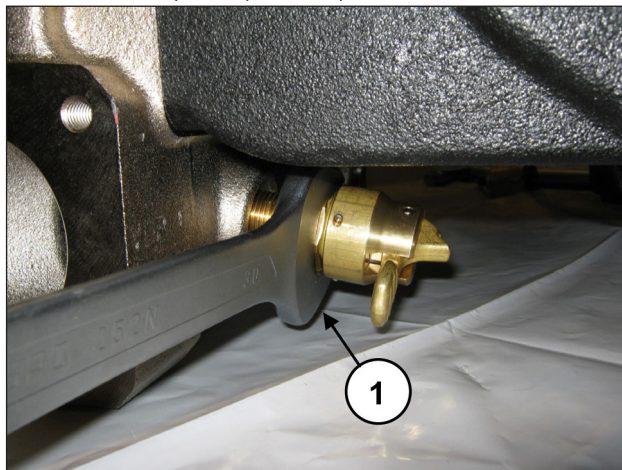

Рис. 145
Открутите устройство открывания клапанов с помощью ключа на 30 мм (поз. ①, Рис. 145).